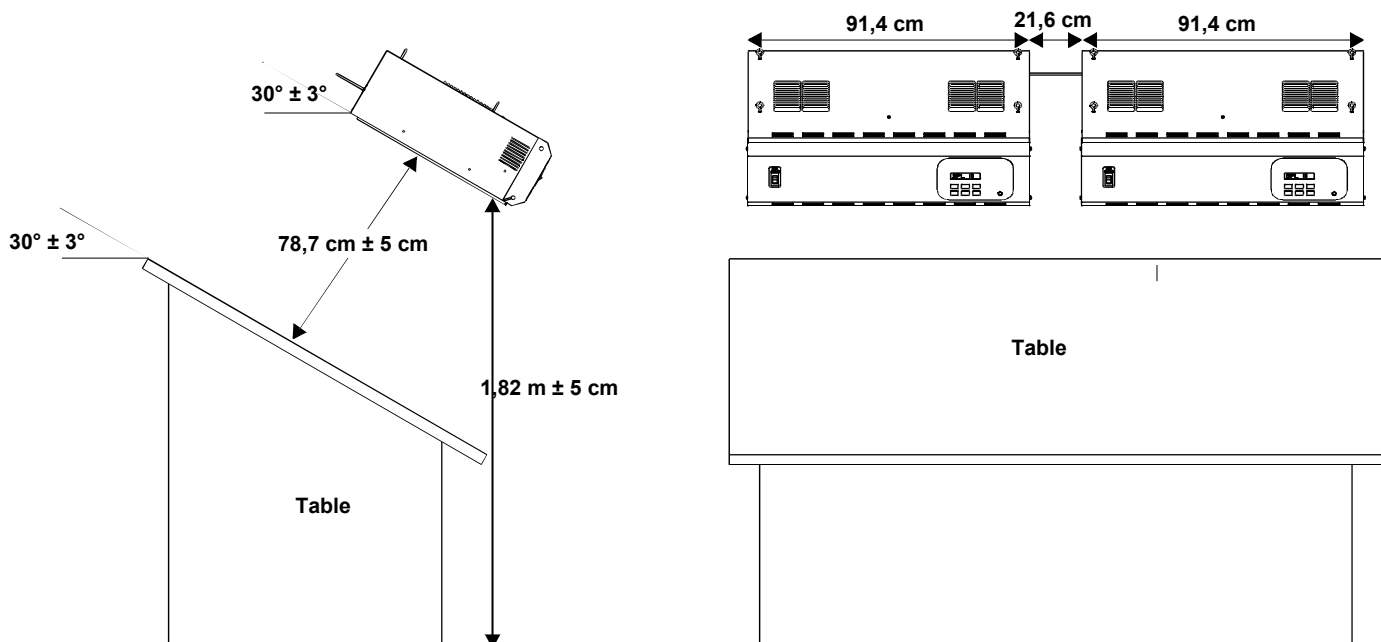

Figure 10. Installation recommandée des luminaires
3. Accrochez une chaîne (non fournie) à chacun des boulons à œil pour suspendre le(s) luminaire(s) à la hauteur et à l'angle d'inclinaison souhaités par rapport au plan de travail. Le luminaire doit être installé à au moins 60 cm des murs. Voir Figure 10.